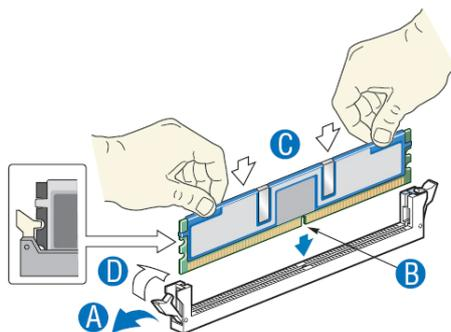

图3-11 安装内存
内存条上的凹槽和内存插槽上的凸起要吻合，如图3-11所示。
6. 内存请按图3-11的方法进行安装：